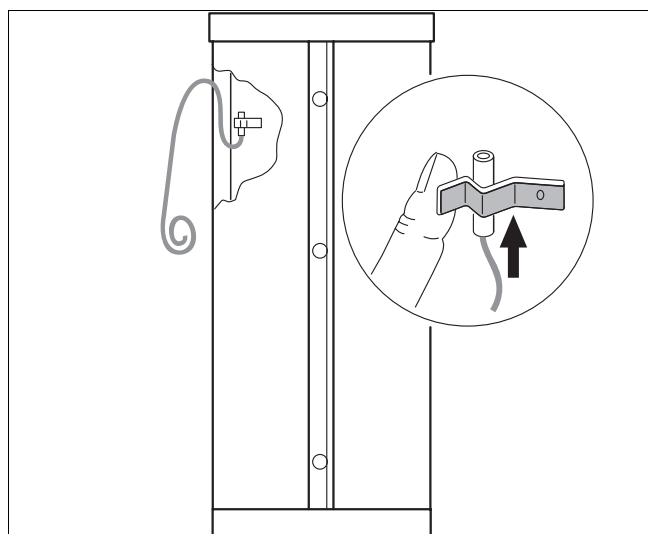

Рис. 4 Установка датчика (принципиальная схема)
- Установить датчик в пружинный держатель так, чтобы вся его контактная поверхность плотно прилегала к наружной стороне корпуса бака-накопителя (рис. 4).